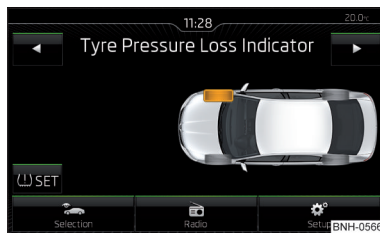

Fig. 119
- Acționați tasta funcțională **⏏** acționați **SET** » fig. 119.
Când lampa de control luminează **⚠** în panoul de bord, pe Infotainment se poate afișa anvelopa afectată » fig. 119.